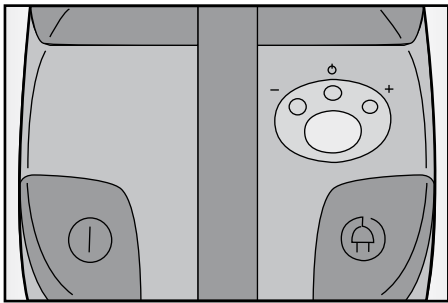
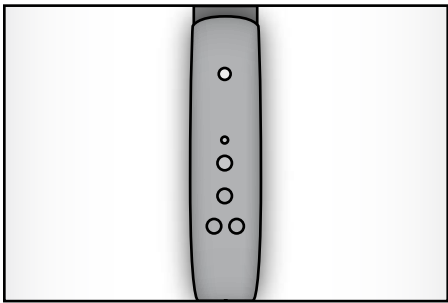

Fig. 8
Fig. 9
Можно увеличивать или уменьшать мощность всасывания или выдувания воздуха по желанию при помощи соответствующих кнопок “+” или “-”, которые находятся на щитке (G) корпуса прибора (Рис.8) или кнопки (R), которая находится на ручке (T) шланга (M) (Рис.9).
Кнопки, которые находятся на ручке (T) шланга (M) (Рис.9), работают от батареек. Поэтому, если эти кнопки будут использоваться, то прежде чем включать прибор, необходимо вставить батарейки в специальное отделение, находящееся на ручке (T). Для этого необходимо снять крышку отделения (S).